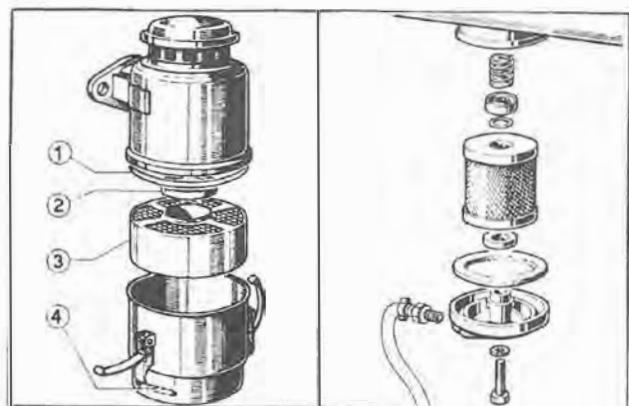

Fig. 15
Smontare e sostituire l'anello di tenuta (1) e il distanziale in gomma (2) se danneggiati (fig. 15).
Sfilare la cartuccia filtrante della vaschetta serbatoio. Sostituirla con le guarnizioni, se intasata o danneggiata. Pulire il serbatoio internamente (Fig. 15).
Disassemble and replace seal ring (1) and rubber spacer (2) if damaged (Fig. 15). Check that connecting flange to head is not out of shape or cracked at the welded joints.
Fuel filter (Fig. 15).
Démonter et remplacer la bague d'étanchéité (1) et la câle en caoutchouc (2) si elles sont détériorées (fig. 15).
Pour les moteurs destinés à fonctionner dans un milieu poussiéreux, sont prévus des filtres de grande capacité ou à pré-filtre centrifuge, fournis à la demande Filtre à combustible (Fig. 15).